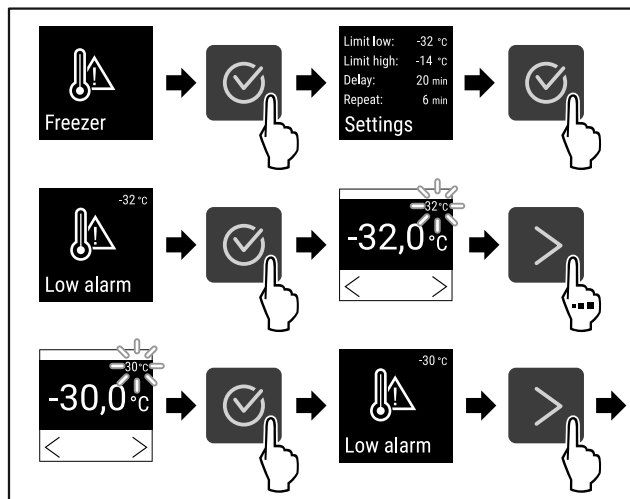

Fig. 97
- Eseguire i passi (vedere Fig. 97).